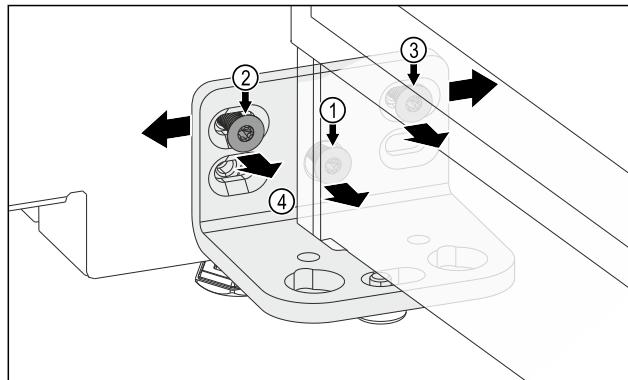

Fig. 12
- Зніміть гвинт Fig. 12 (1).
- Ослабте гвинт Fig. 12 (2) і гвинт Fig. 12 (3). Для гвинта Fig. 12 (3) знадобиться коротка викрутка.
- Перемістіть дверцята з кутиком петлі Fig. 12 (4) вліво.
- Перемістіть дверцята з кутиком петлі Fig. 12 (4) вправо.
- Досягнуто кінцевого положення дверцят: Закрутіть гвинт Fig. 12 (2) і гвинт Fig. 12 (3).
- Гвинт Fig. 12 (1) більше не знадобиться.